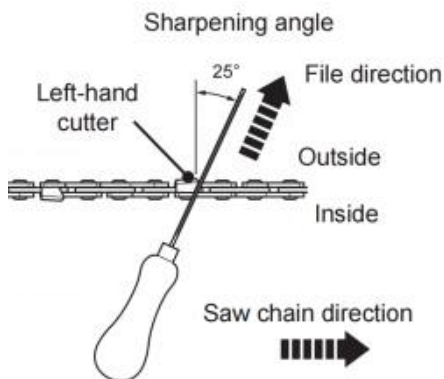

Fig. 74
5. Limez à un angle perpendiculaire à la barre et à un angle de 25° par rapport au sens de déplacement (Fig. 74).